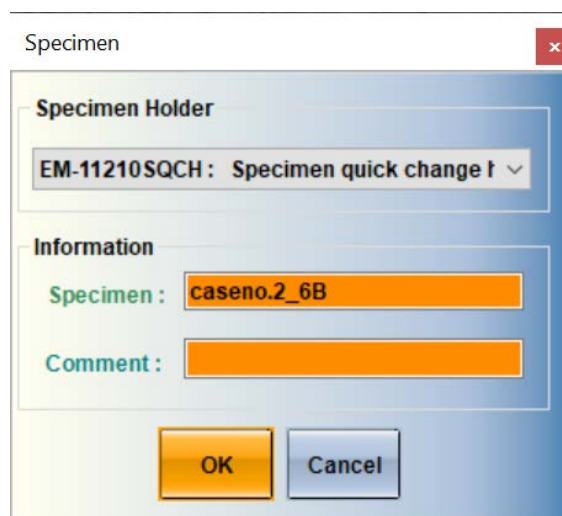

図 15 試料の情報
- Specimen：試料挿入時に入力した Specimen 画面³⁴（図 15）の試料情報が入力される。